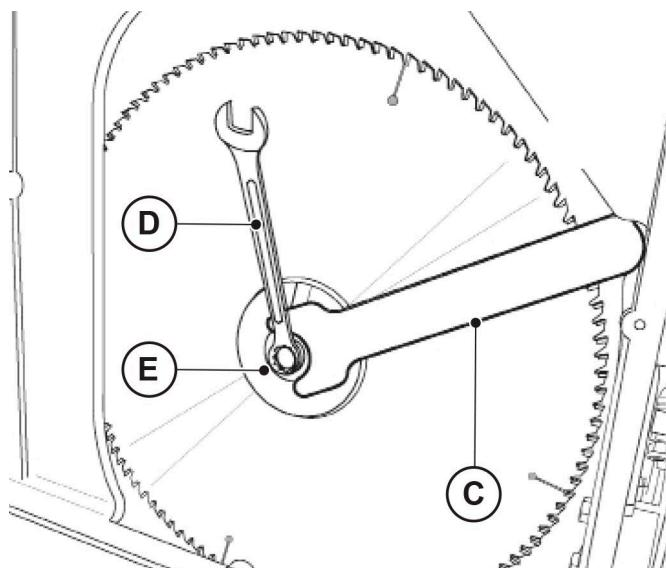
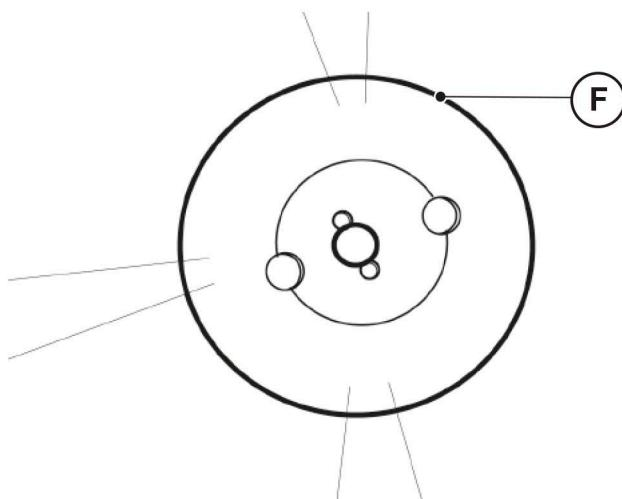

Fig. 09-09
Fig. 09-10
- Com uma das chaves fornecidas "C", o flange é travado inserindo os 2 pinos da chave nos respectivos orifícios e, com a outra chave "D", remova o parafuso de fixação "E", desparafusando-o no sentido anti-horário para a cabeça fixa e sentido horário para a cabeça móvel (**Fig. 09-09**).
- Extraia manualmente o flange "F" do eixo do motor (**Fig. 09-10**).
Depois de posicionar a lâmina no eixo, insira manualmente o flange "F" (**Fig. 09-10**) após lubrificá-lo corretamente, em seguida, monte novamente o parafuso de fixação "E" (**Fig. 09-09**) (torque de aperto = 35 Nm).